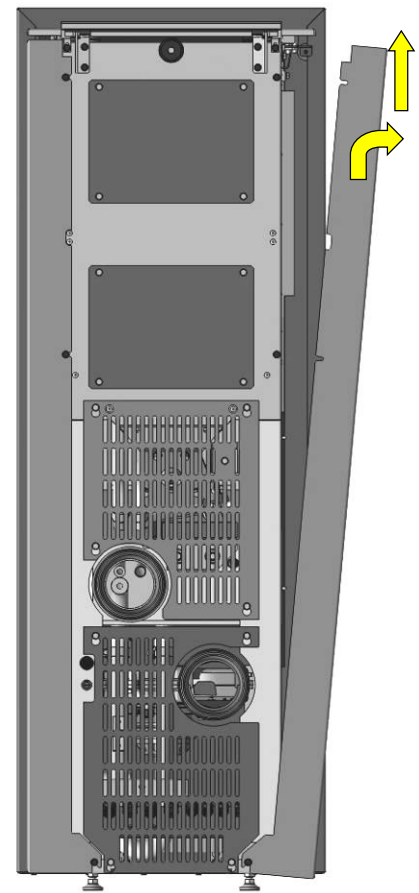

Abb. 10: Abbau Seitenverkleidung
4. Die Seitenwand seitlich kippen und entnehmen (Abb. 10).